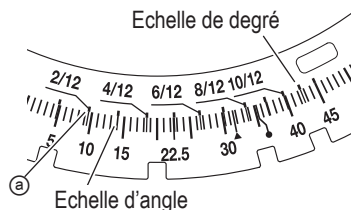

Fig. 39
- (1) Déverrouiller la table de scie à onglet en soulevant la poignée de verrouillage d'onglet.
- (2) Tout en appuyant légèrement sur le levier de cran positif jusqu'à ce qu'il accroche le levier d'encliquetage, saisir la poignée de verrouillage d'onglet et tourner la table à gauche ou à droite à l'angle souhaité.
- (3) Une fois l'angle d'onglet souhaité obtenu, enfoncer la poignée de verrouillage d'onglet pour sécuriser la table sur la position.
- (4) Si l'angle d'onglet souhaité est un des neuf crans positifs listés ci-dessous, voir la section Levier d'encliquetage d'onglet à la page 77.
- (5) Allumer la DEL d'éclairage et positionner la pièce sur la table pour le préalignement de votre coupe.
- (6) L'échelle d'onglet (Fig. 39) indique à la fois l'angle de coupe de l'échelle d'angle et le degré de l'échelle de degré.
- (8) En conséquence, pour couper une pièce à un angle de 2/12, régler l'indicateur sur la position (a), comme indiqué à la Fig. 39.